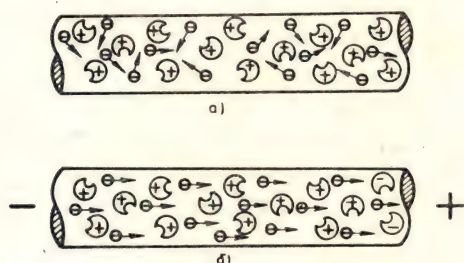

Рис. 3.2. Структура проводника: а) при отсутствии электрического поля; б) при наличии поля
*Направленное движение свободных носителей зарядов называется электрическим током.* В металлах электрический ток возникает за счет направленного движения только одного вида носителей зарядов — электронов. На рис. 3.2а условно показан металлический проводник, по которому не протекает ток. Видно, что его свободные электроны движутся хаотично в различных направлениях вследствие теплового колебания. Когда по проводнику протекает ток, его свободные электроны движутся в определенном направлении (рис. 3.2б). Но откуда появляется электрический ток в проводниках?